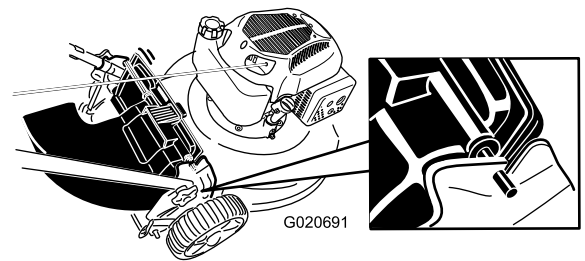

Bild 24
4. Setzen Sie die Stange am Heckauswurfablenkblech in die Kerben am Rasenmäher (Bild 24).